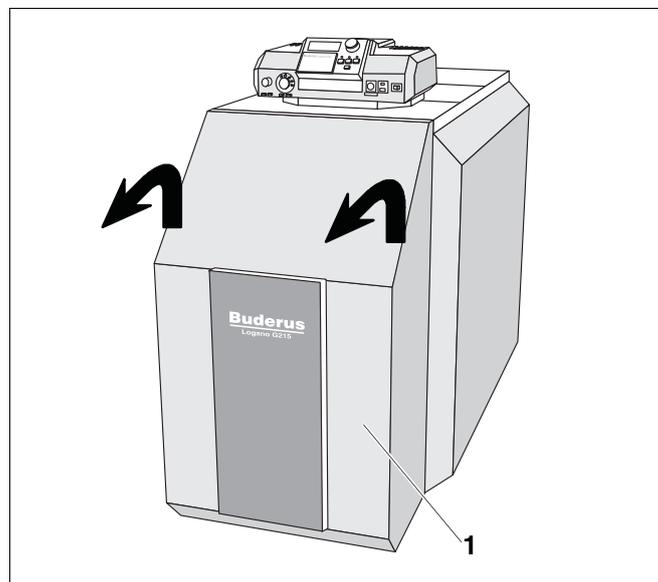

Рис. 5 Демонтаж кожуха горелки
- Снимите кожух горелки (рис. 5, поз. 1).